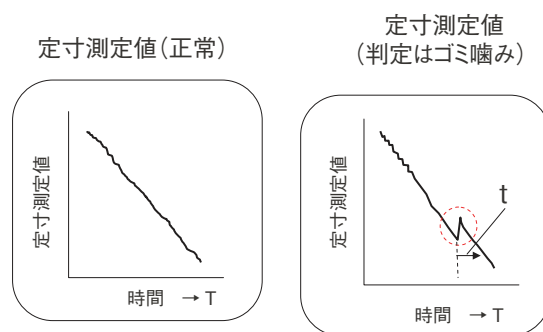

図6 ゴミ噛みと判定する場合
- (3) 図6に示すように事前に設定された時間 t を経過しても異物が噛み込んだ状態が続いた場合は異物除去サイクルを実施する。異物除去サイクルはまず、砥石台の前進を停止させ、次に、定寸測定部を「測定位置」→「待機位置」→「測定位置」へと移動させる。これにより接触子が工作物から一旦離れ、異物を取り除くことができる。そして、定寸測定部が「測定位置」に移動し、測定を開始した後、砥石台の前進を再開させる。異物除去サイクルの実施後は残りの加工サイクルを実施する。